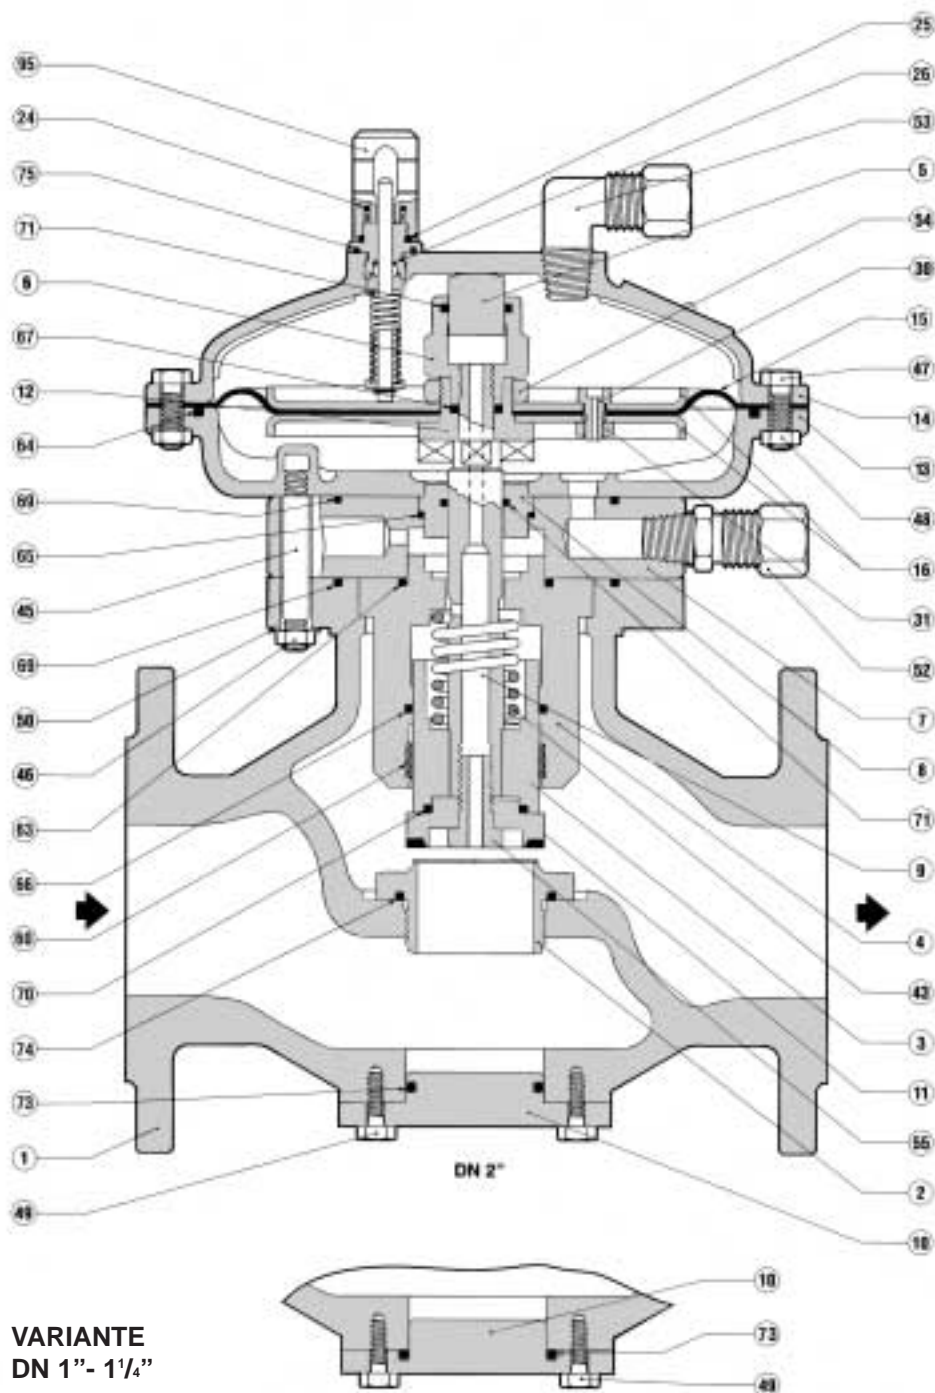

Fig. 18
6.1 Tab. 9 REGOLATORE DIXI (FIG. 18 e 21)